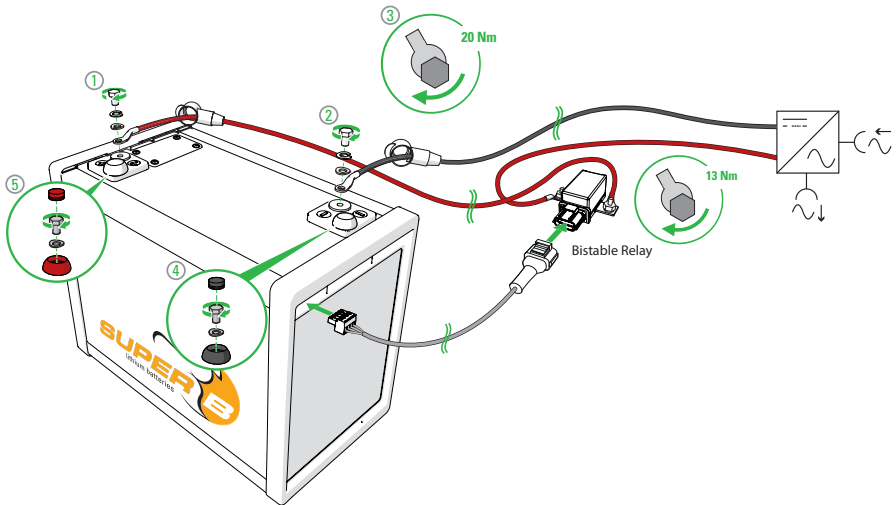

Figure 10. Sécurisation des cache-bornes
4. Raccorder la borne - à la batterie. Ne pas raccorder la borne - en premier ceci peut entraîner des risques de courts-circuits (Figure 10).
6. Mettre les cache-bornes en place sur les câbles de raccordement (voir figure 10).